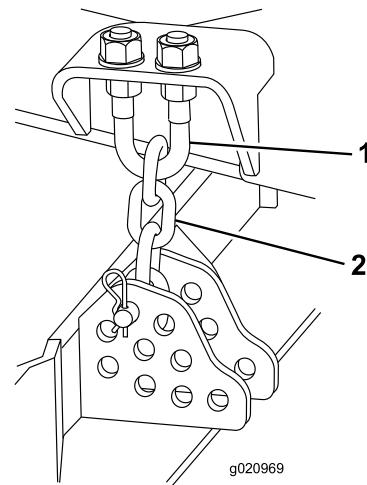

Bild 109
1. Lockern Sie die Klemmmuttern an der Ober- oder Unterseite des U-Bügels an der Schnitthöhenkette (Bild 109).